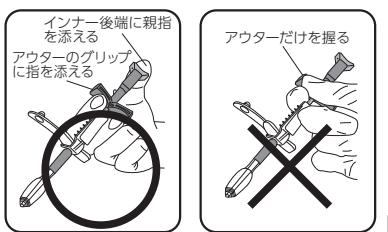

図 20
5. ボタンを挿入する際は、必ずオブチュレータのインナー後端に親指などを添えて実施すること。オブチュレータのアウターだけを押し込むと、インナーロックが破損する可能性がある。（図20）